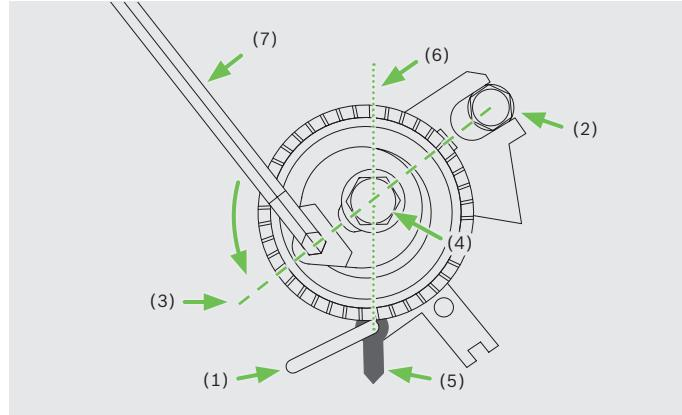

Bild 1
- Fixierstift (1) entfernen
- Spannrolle gegen den Uhrzeigersinn drehen, bis sich der Zeiger (5) auf der punktierten Linie (6) befindet (Bild 1)